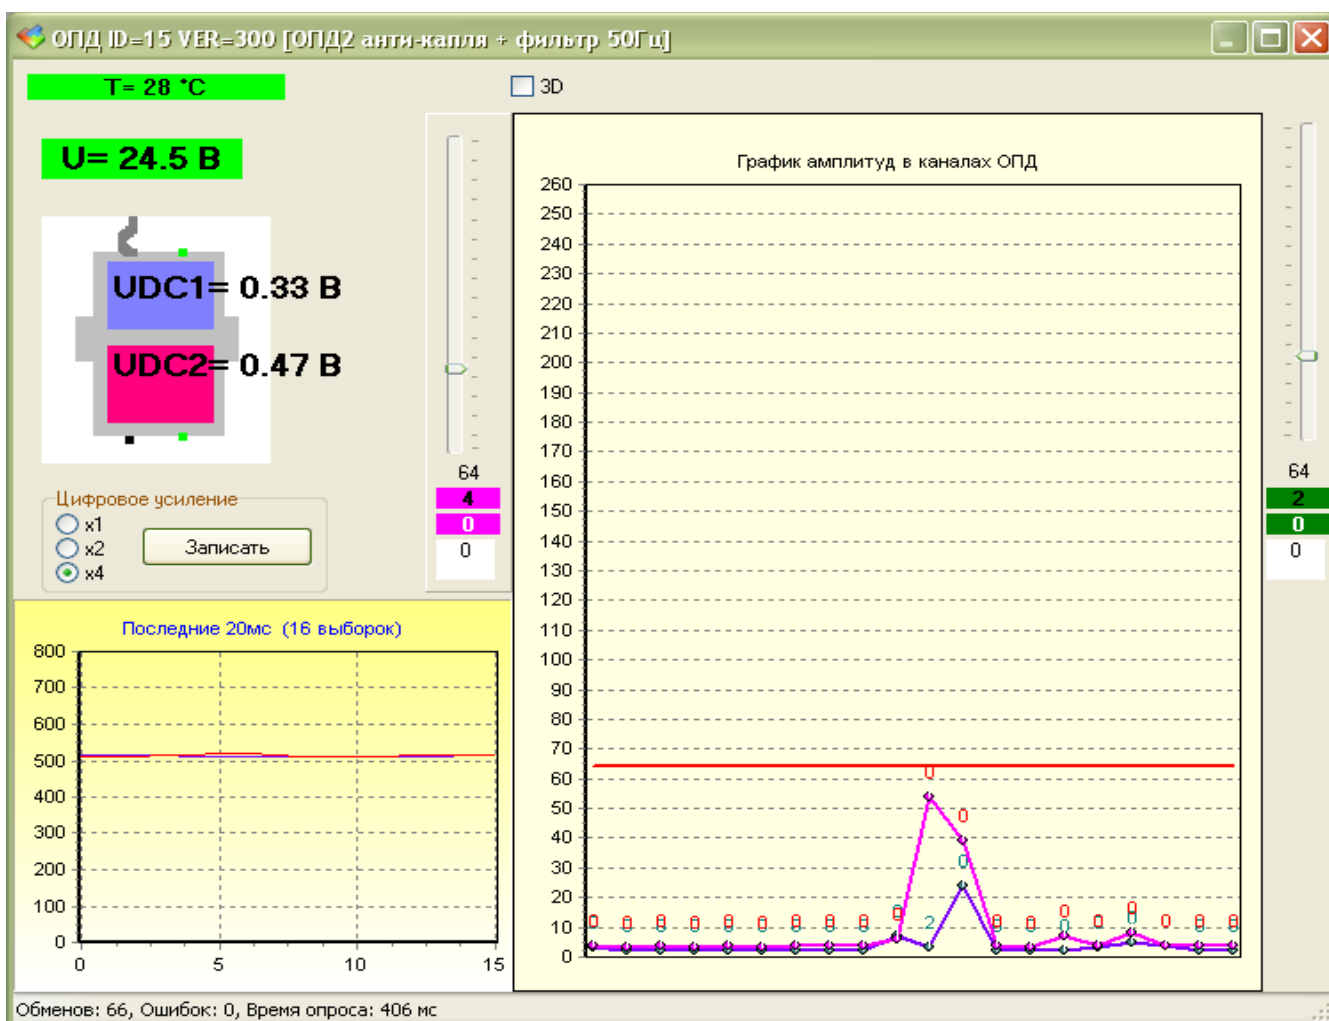

Рисунок 10 - Окно настройки ОПД
5) Выделить в таблице ОПД и выполнить команду «Тест». Откроется окно настроек ОПД (рисунок 10).
Подсоединить ОПД и приборы в соответствии с рисунком 7. Проверку правильности установки настроечных параметров ОПД проводят сличением адреса и настроечных параметров, считанных из ОПД программой RASOS (рисунок 10) с требуемыми значениями по исполнительной документации рабочего проекта: поля «Цифровое усиление», «Порог». При обнаружении несоответствия настроек ОПД заданным требованиям рабочего проекта необходимо установить требуемые значения настроечных параметров и записать в память ОПД при помощи программы RASOS.
Подсоединить ОПД и приборы в соответствии с рисунком 7. В программе RASOS проверить отсутствие ошибок обмена с мастер-устройством системы (рисунок 10). При
Подключить ОПД в соответствии с рисунком 7. Проверку работоспособности контроля напряжения питания проводят сличением показаний программы RASOS «Напряжение в СОС-95» (рисунок 10) и образцового вольтметра постоянного напряжения кл.2,5, который подключен к контактам 1 и 2 разъема ХТ1. Показания RASOS должны отличаться не более чем на ± 2 В.
Подключить ОПД в соответствии с рисунком 7. Снять крышку корпуса ОПД и проверить поступление сигнала «Крышка открыта» в программе RASOS (рисунок 10). Установить крышку корпуса ОПД и проверить поступление сигнала «Крышка закрыта».
Подключить ОПД в соответствии с рисунком 7. Проверку работоспособности датчика температуры проводят сличением показаний программы RASOS «Температура» (рисунок 10) и образцового термометра с абсолютной погрешностью измерения не более $\pm 0,3^{\circ}\text{C}$, расположенного в месте установки ОПД. Показания ОПД должны отличаться не более чем на $\pm 1^{\circ}\text{C}$.